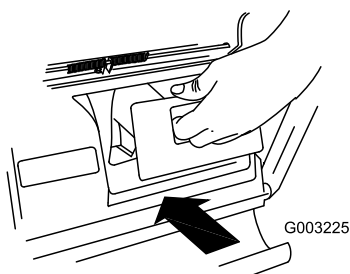

Figura 39
**Importante:** Asegúrese de que el tapón de descarga trasera está colocado antes de reciclar los recortes (Figura 39).